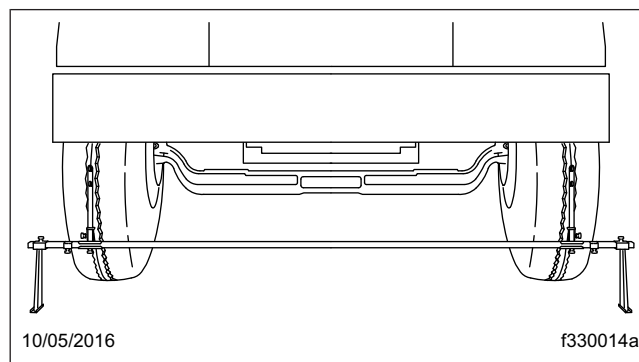
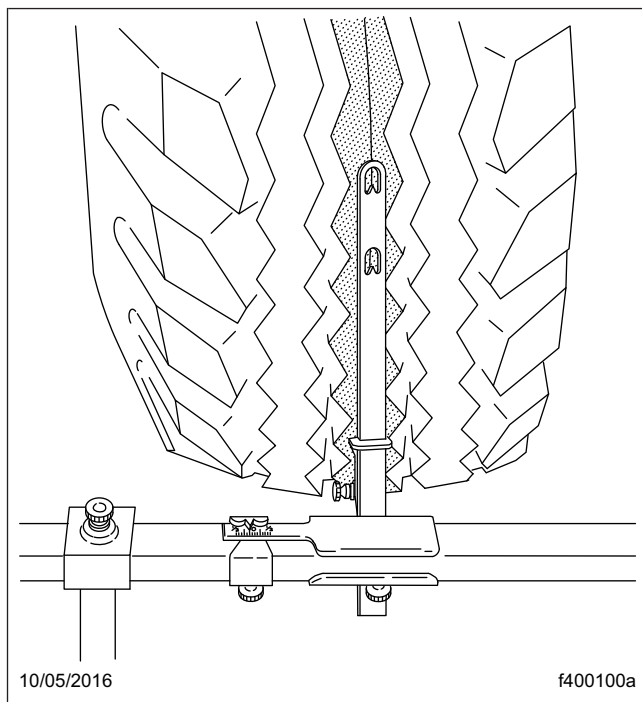

Figura 9, Cómo colocar el compás de varas
Figura 10, Ajuste de los indicadores del compás de varas
7. Coloque un compás de varas en la parte delantera de los neumáticos (vea la **Figura 9**) y ajuste el extremo de la escala para que las puntas indicadoras se alineen con las líneas trazadas. Vea la **Figura 10**.